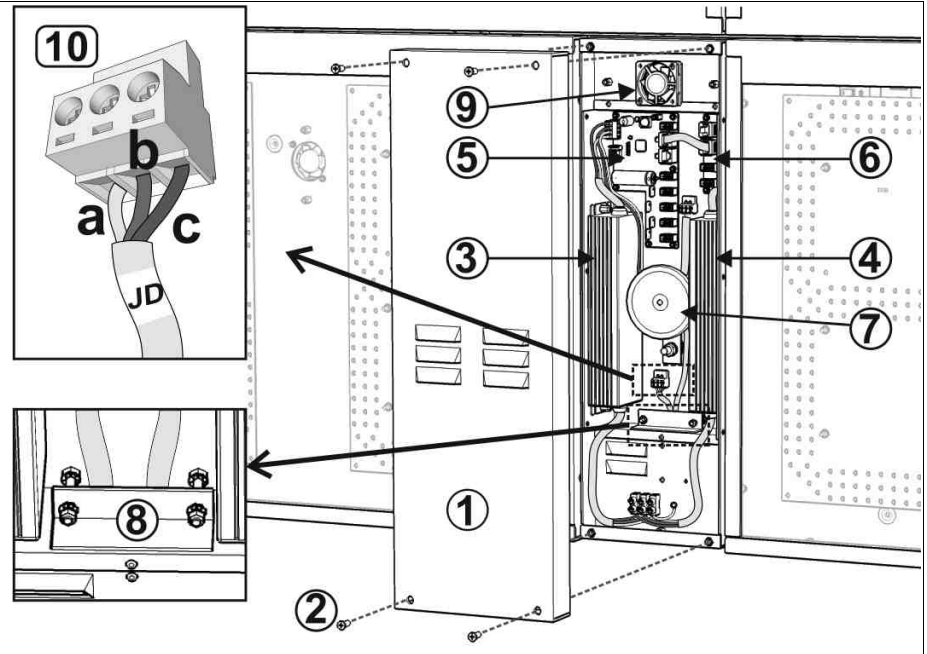

Fig. 11: Vista interior del módulo POWER SUPPLY
4. Quitar el panel frontal del módulo **POWER SUPPLY** desatornillando los 4 tornillos de montaje (véase la Fig. 11).
5. Pasar los cables introducidos antes en el módulo, por debajo del claxon y enchufarlos a los conectores de las tarjetas, siguiendo las indicaciones dadas en el fondo del módulo (Fig. 11 y Fig. 19). Conectar cada cable a uno de los conectores de la tarjeta que lleven la misma etiqueta. Por ejemplo, el cable con la etiqueta 'JD' va enchufado en uno de los conectores de la tarjeta con la etiqueta 'JD'.
6. Apretar las tuercas del prensacables para dejar los cables bien sujetos (Fig. 11, número ⑧) y volver a cerrar el módulo con el panel frontal.